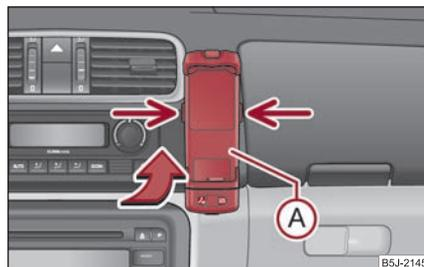

Fig. 133 Preparación universal para el teléfono
- Introducir primero el adaptador (A) en el soporte en sentido de la flecha ⇒ fig. 133 hasta el tope. Presionar ligeramente el adaptador hacia abajo hasta que se enclave de modo seguro.
- Montar el teléfono en el adaptador (A) (según las instrucciones del fabricante).
- Presionar al mismo tiempo los enclavamientos laterales del soporte y sacar el teléfono con adaptador ⇒ fig. 133.